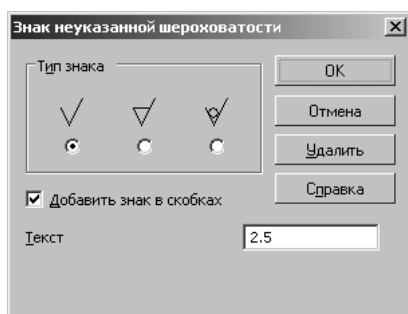

Рис. 2.4
4. Неуказанная шероховатость вводится следующим образом. В **Главном меню** нажмите **Вставка** \Rightarrow **Неуказанная шероховатость** \Rightarrow **Ввод**. В диалоговом окне **Знак неуказанной шероховатости** установите привязку **Добавить знак в скобках**, а в поле **Текст** введите параметр шероховатости **2,5** и нажмите **ОК** (рис. 2.4).